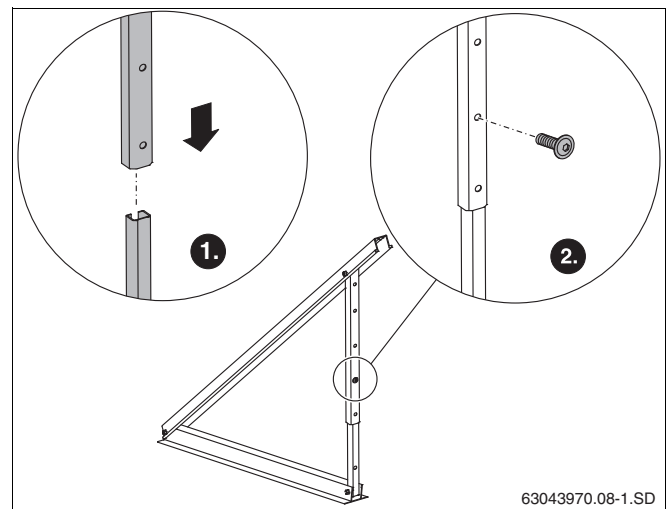

Рис. 11 Соединение телескопических стоек
- Вставить направляющие одну в другую и закрепить винтом М8 × 20 (рис. 11).